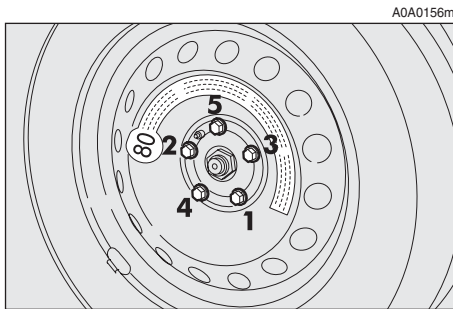

fig. 8
– utilizando la llave en dotación, apriete a fondo los tornillos según el orden representado en la **fig. 8**.
– utilizando la llave en dotación, apriete a fondo los tornillos siguiendo el orden representado anteriormente para la rueda de repuesto (más pequeña que una rueda normal) **fig. 8**;
– utilizando la llave en dotación, apriete a fondo los tornillos siguiendo el orden representado anteriormente para la rueda de repuesto (más pequeña que una rueda normal) **fig. 8**.